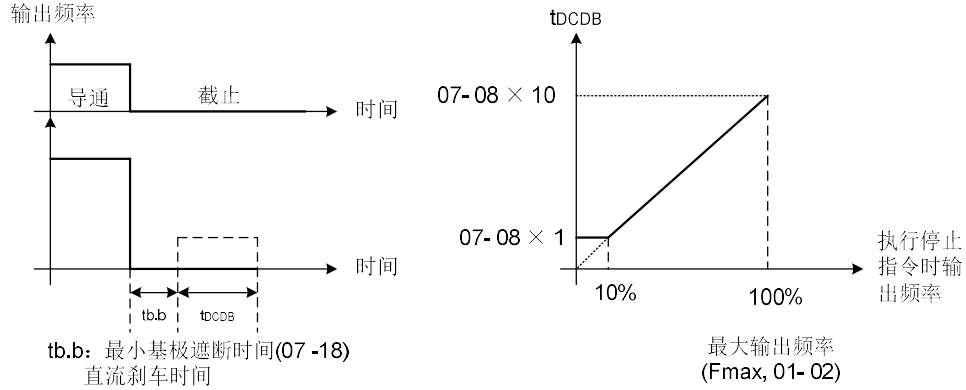

图 4.3.57 直流刹车停止
(3) 07-09=2:
- 图 4.3.57 的直流刹车时间( $t_{DCDB}$ )是由 07-08(停止时直流刹车时间)设定值及运转指令移除时的频率所决定。
- 请参照图 4.3.57 以了解直流刹车停止功能。